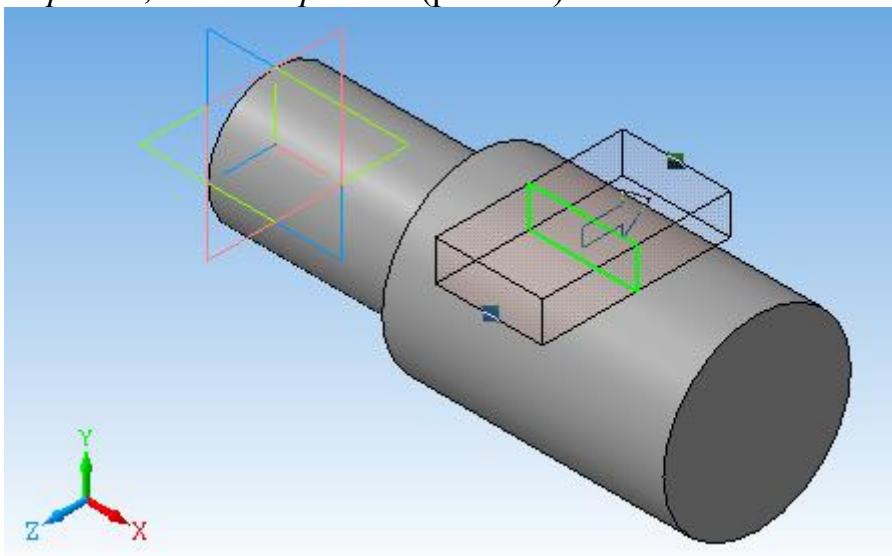

Рис. 7.5
8. Вибрати на *Інструментальній панелі*  *Редагування деталі* -  *Вирізати видавлюванням*. На *Панелі властивостей* поставити такі параметри:  *Два напрямки*,  *Через все* (рис. 7.5).